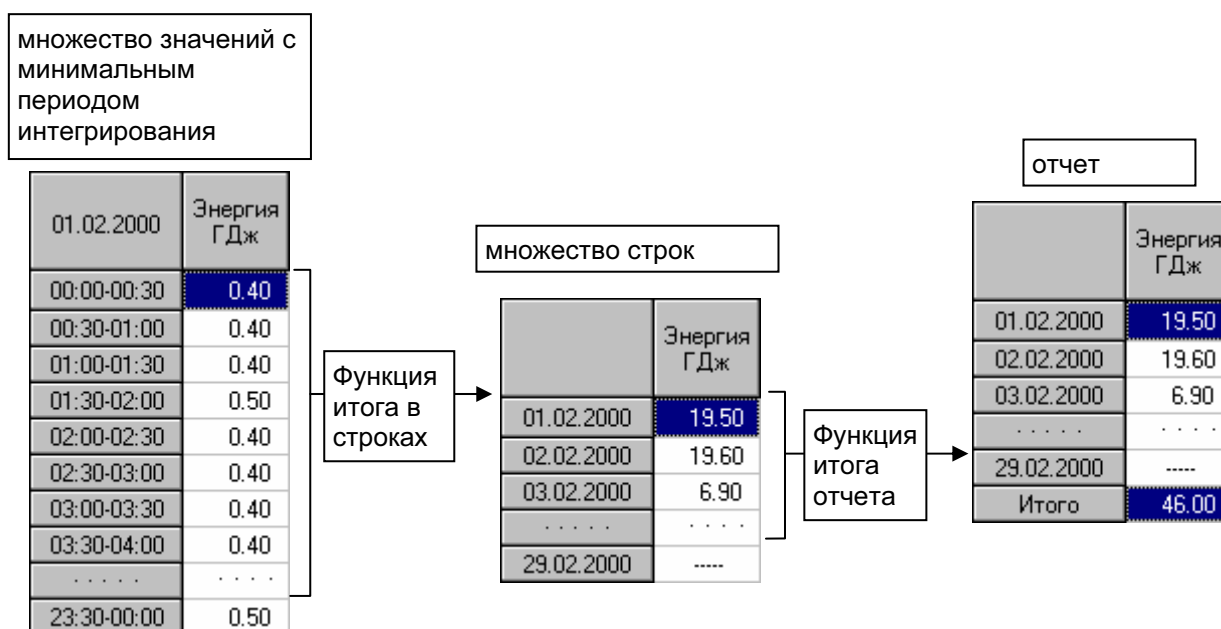

Рис. 10.7
**Функция итога** отчета применяется к множеству значений колонки в строках отчета. Результат функции помещается в итоговую строку отчета (Рис. 10.7).